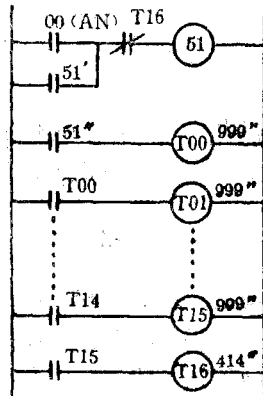

图 9
999秒。因此可用递进逻辑编制长延时程序。图9为延时4小时停车的水泵控制程序图。图中00为按钮,按后⑤动作使电动机开车,同时接通长延时电路的15个定时器顺序动作(T00~T07, T10~T15延时999秒, T16延时414秒)共计14400秒(4小时),4小时后⑤的常闭点切断⑤电源,电动机停车。